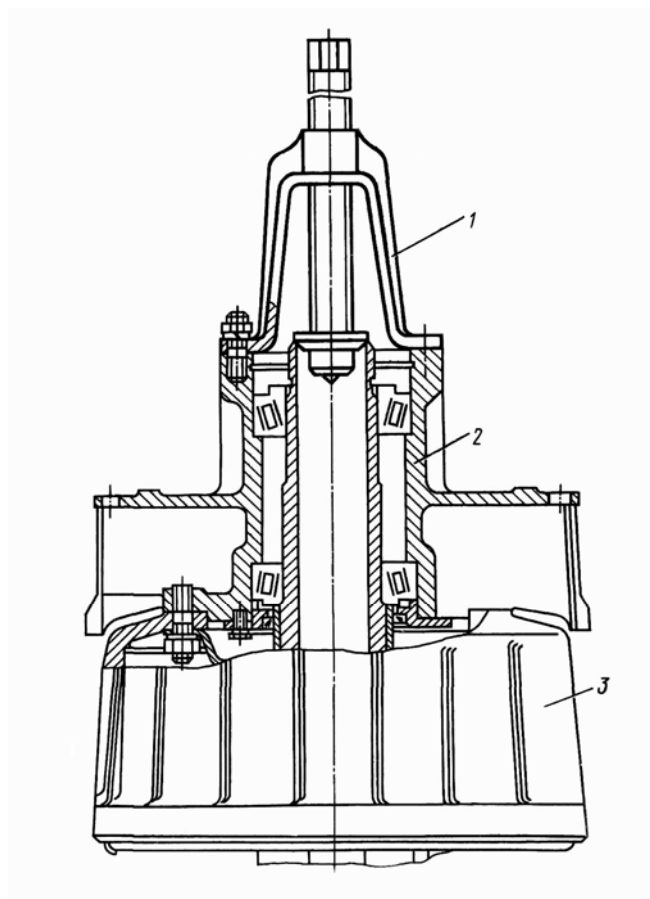

Рис.30. Снятие ступицы в сборе с тормозным барабаном:
7. Спрессовать с помощью съемника 1 (рис.30) ступицу в сборе с тормозным барабаном 3.